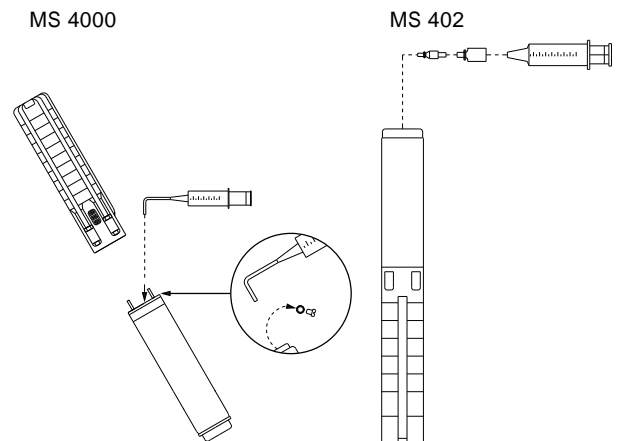

图2 加注过程中电机的位置 - MS 4000和MS 402
1. 将潜水泵置于图2所示的位置。加注螺丝必须位于电机的最高点。
3. 用加注注射器将液体注入电机，直到液体从加注孔中溢出。见图2。